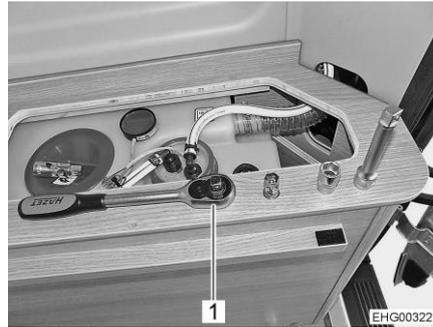

Fig. 137 Acceso a la fijación de la unidad de luces traseras (Campeo/Eliseo)
- Quitar la cubierta en el mueble empotrado (Fig. 137). Ahora, se tendrá acceso a la luz trasera.
- ▷ La Fig. 137 muestra el mueble empotrado en el lado derecho del vehículo. En este mueble empotrado está instalado el depósito de agua potable. En el mueble empotrado en el lado izquierdo del vehículo se encuentra la caja para bombonas de gas.
- Con la llave de carraca (Fig. 137,1) y la prolongación, desenroscar la tuerca superior (Fig. 139,2) y la tuerca inferior (Fig. 139,1).